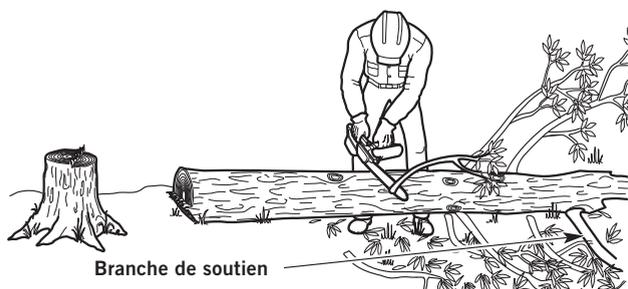

Fig. 15
1. Laissez de grosses branches de soutien sous l'arbre (Fig. 15). Elles permettront de soutenir le tronc pendant l'élagage.
2. Coupez les branches une à une. Tenez-vous du côté opposé de l'arbre par rapport à la branche élaguée (Fig. 15). Gardez le tronc entre l'opérateur et la scie à chaîne. Évitez de courber la scie. Les branches sous tension devraient être coupées de bas en haut.